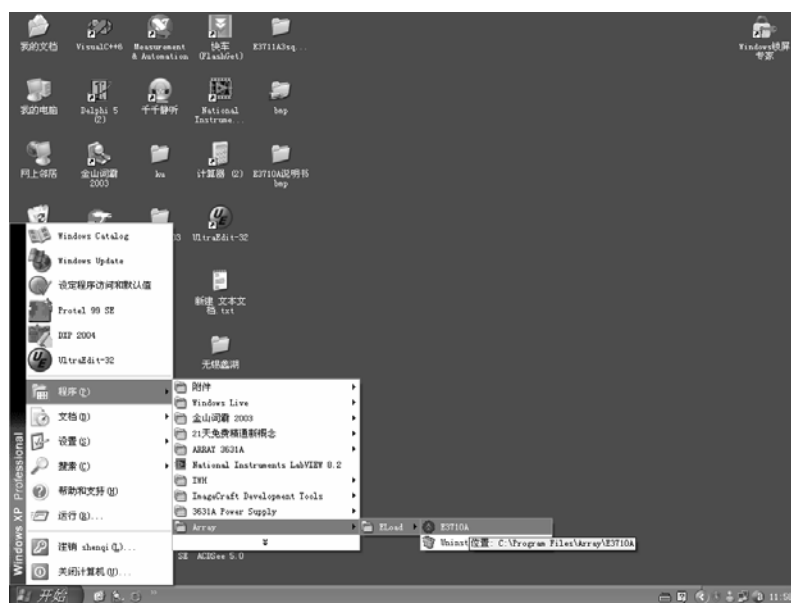

图2-1 启动程序
2.1.1 如图2-1所示，选择“开始->程序->...->ELoad”文件夹，